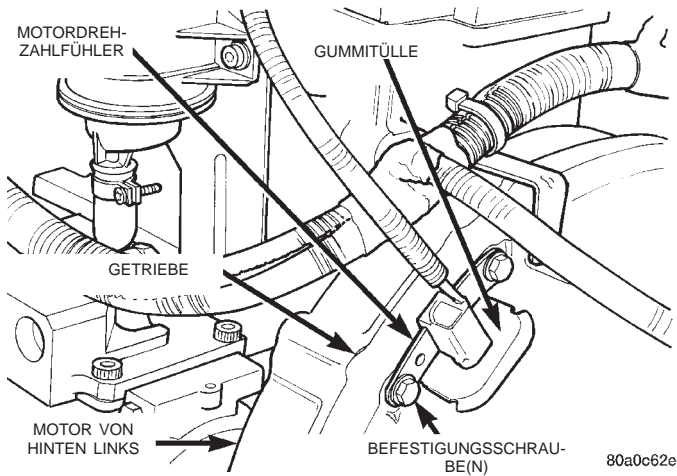

Abb. 9 Motordrehzahlfühler
19. Den Motordrehzahlfühler (Kurbelwinkelgeber) ausbauen (Abb. 9).
3. Die unteren Befestigungsschrauben des Getriebes (2) ansetzen und mit einem Anzugmoment von 74,6 N·m festziehen.
5. Den Motordrehzahlfühler (Kurbelwinkelgeber) in das Fahrzeug einbauen (Abb. 9).